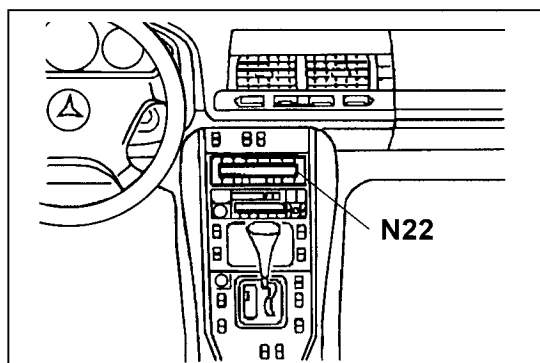

图 9-4-6 自动空调电脑(N22)
(1)空调电脑(N22)的显示屏上(见图 9-4-6)将连续显示温度传感器的实际读数、制冷剂压力、鼓风机电压、软件状态及电脑的版本。检查制冷剂压力及温度传感器的数据允许有一定的偏差。